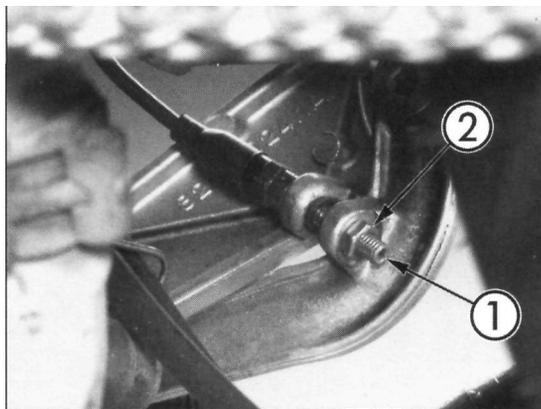

Bild 52
- Zum Einstellen die Gegenmutter der Einstellschraube lockern (Bild 52), und Ansprechhöhe des Schalters durch Drehen des Einstellers vornehmen (nicht Schaltergehäuse drehen).